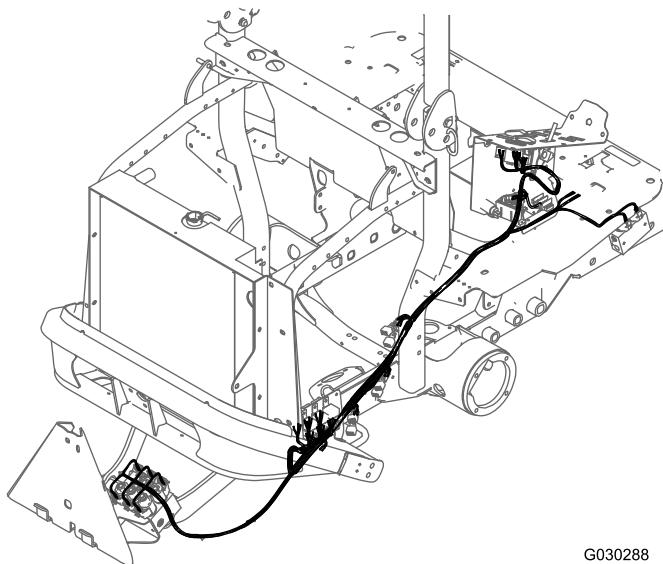
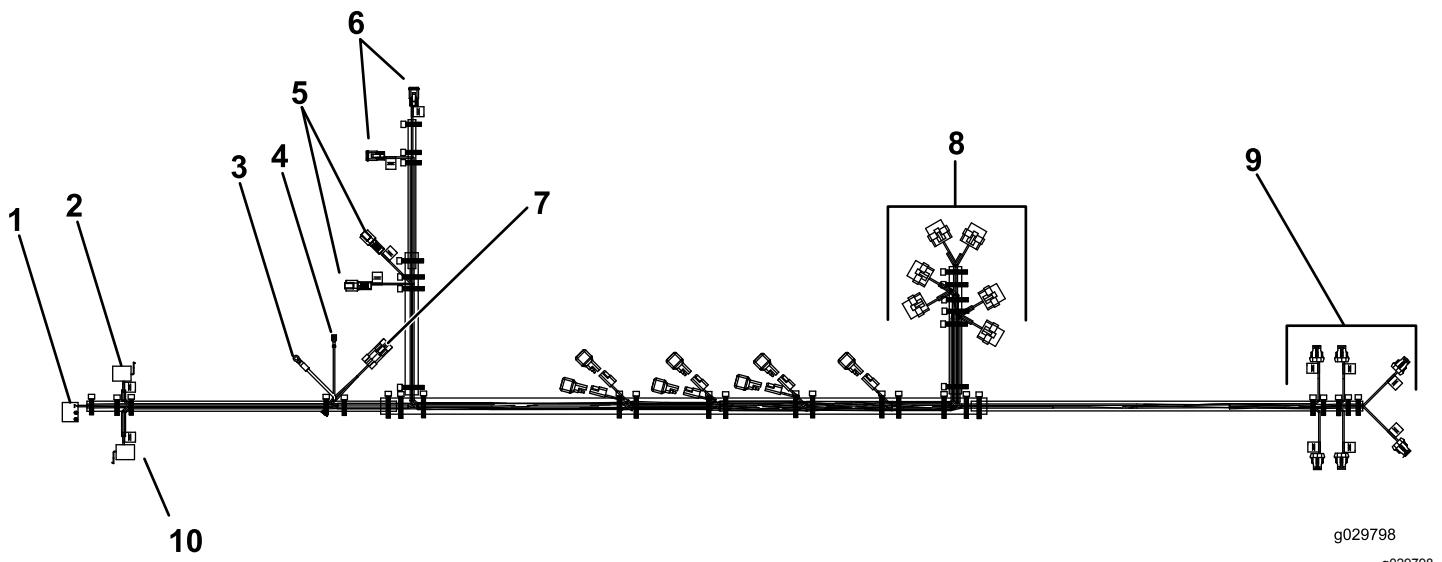

Figura 30
Figura 31
2. Disponete e collegate il cablaggio preassemblato (Figura 30 e Figura 31) nei seguenti punti:
- Relè (6) sulla staffa del relè